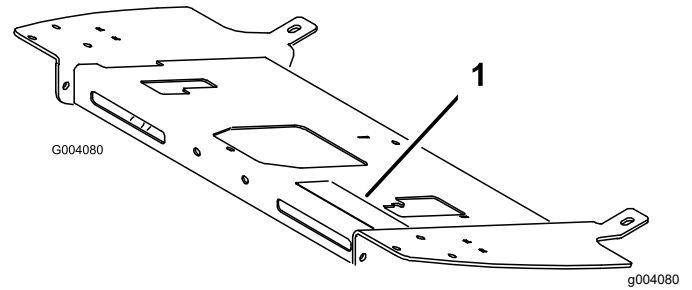

Figure 14
- Collez l'autocollant de danger approprié sur l'autocollant existant de la plateforme de l'opérateur (Figure 14) :